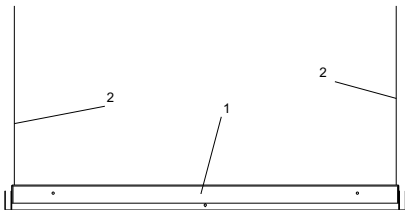

Рисунок 4
3.2.2.4 Встраиваемый монтаж производить в потолки типа «Грильято» для светильника ДВО 2001, ДВО 2101 (см. рис. 4). Светодиодную панель (1) установить в ячейку 590×590 потолка типа «Грильято» как показано на рисунке 3, подвесить светильник к несущему потолку крепёжными элементами (2). Крепёжные элементы (2) в комплект поставки светодиодной панели не входят.